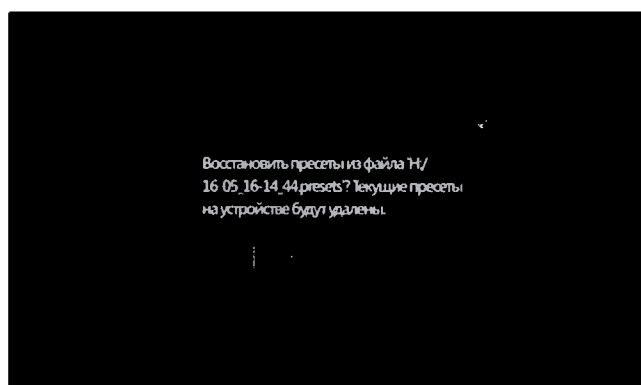

Рис. 5.52 – Загрузка нужного пресета
5.11.12 Для загрузки шаблона нажмите на нужный файл и клавишу «ОК» (рис. 5.52).